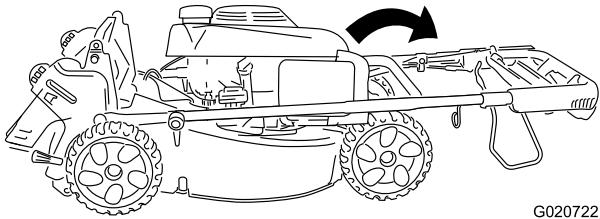

Figura 4
2. Mueva con cuidado la sección superior del manillar hacia adelante hasta que las dos mitades del mismo estén alineadas y encajen según se muestra en la Figura 4.